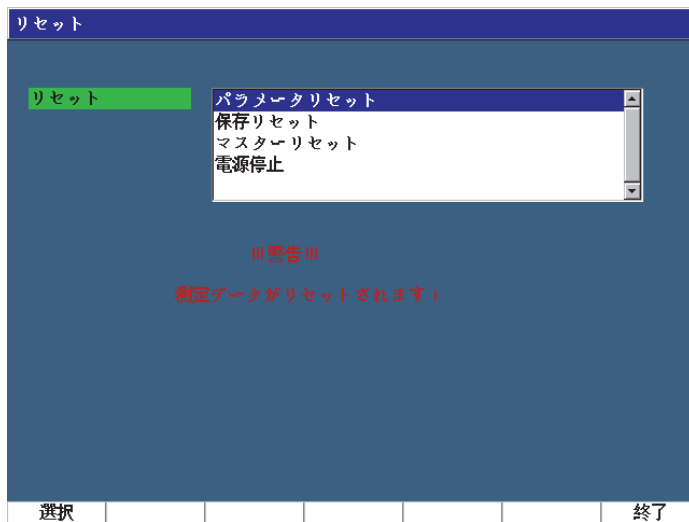

図 3-21 リセットページ
1. **管理 > リセット**を選択し、**リセットページ**を表示します (84 ページの図 3-21「リセットページ」参照)。